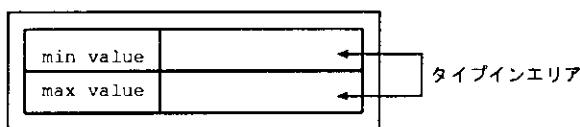

図 1.21 タイプインウィジェット
- 2) タイプインエリア (図 1.21) に文字または数値を入力します。